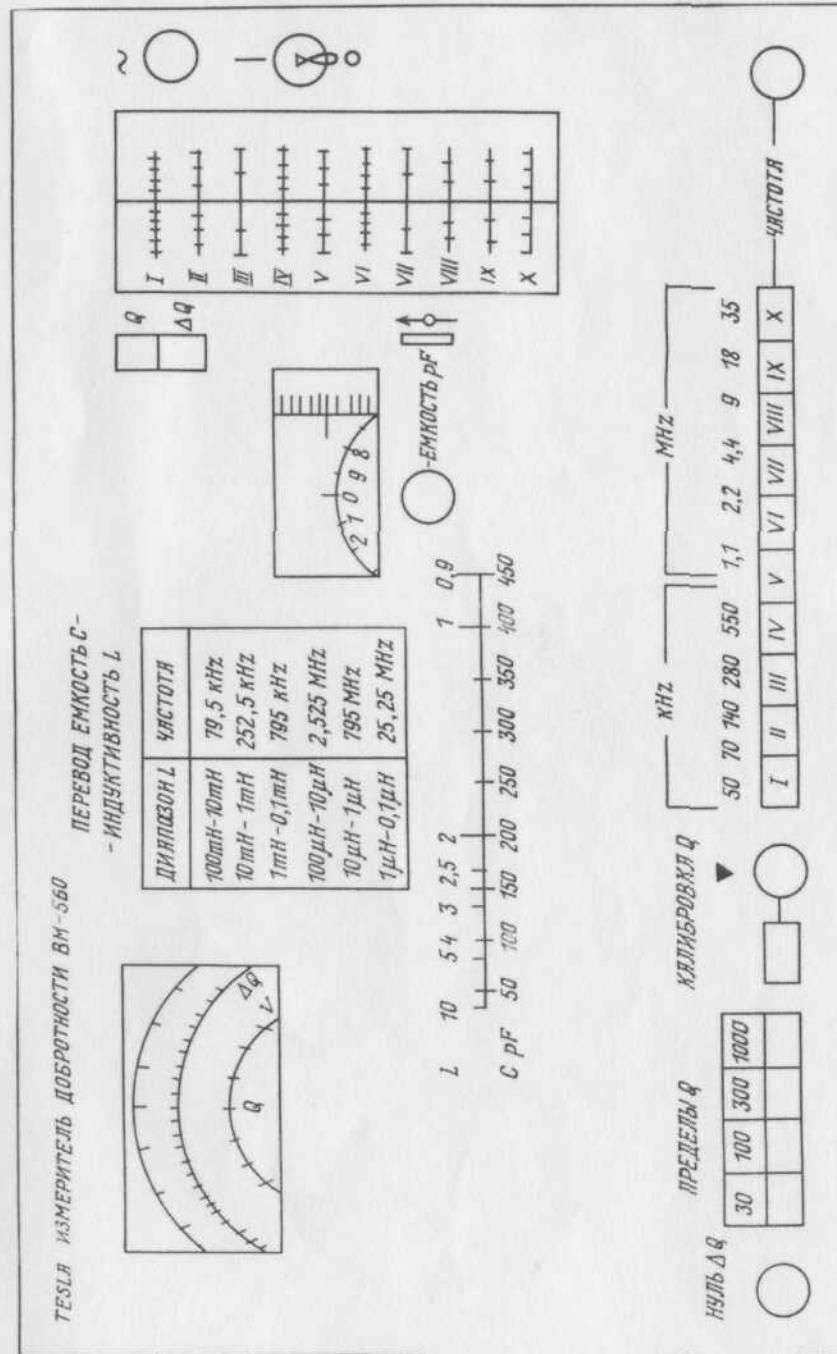

Рис.14
- Поставьте ручки управления в исходное положение (Рис.14).